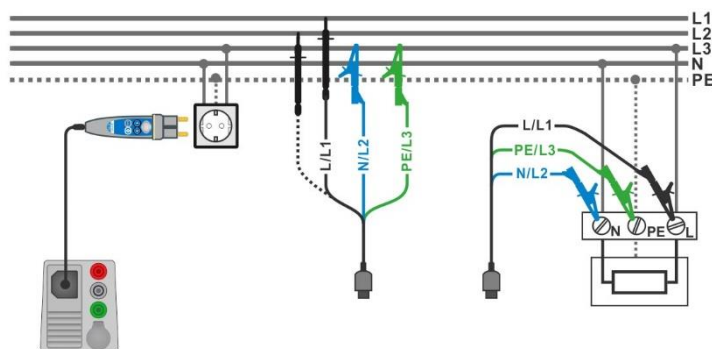

Figura 7.53: Medición de impedancia de línea fase-neutro y fase-fase - conexión de la Clavija *Commander* y la punta de prueba de tres hilos
- Conecte las puntas de prueba de 3 hilos o la Clavija *Commander* al objeto a prueba (vea la **Figura 7.53**).